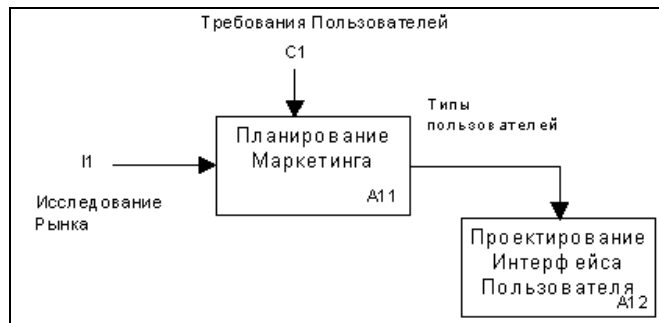

Рисунок 4.5 – Автоматическое размещение дуг и метки без видимых присоединений
* Проведите выходную дугу из блока A11 к управляющей (верхней стороне) блока A12. При этом не обязательно проводить ее слишком аккуратно: центрирование будет произведен автоматически (рисунок 4.5).
* Присоедините метку к выходной дуге A11 (см. рисунок 4.5).